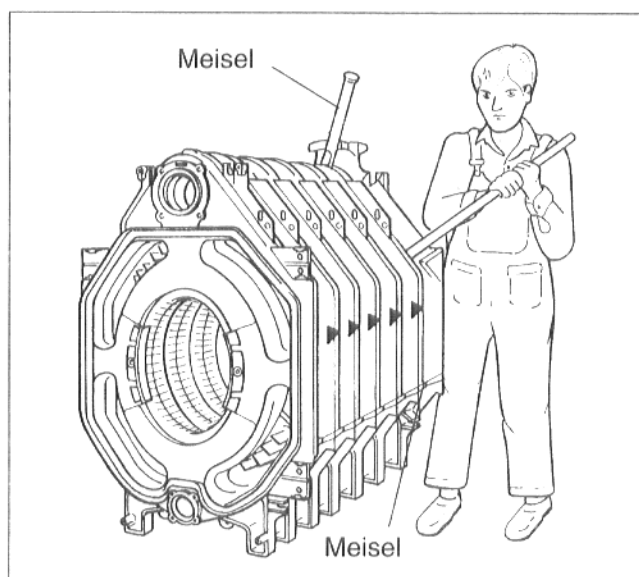

Fig. 16
- Kjelen splittes mellom elementene hvor det er lekkasje, ved at meisel slås inn mellom elementene oppe og nede (Fig. 16).